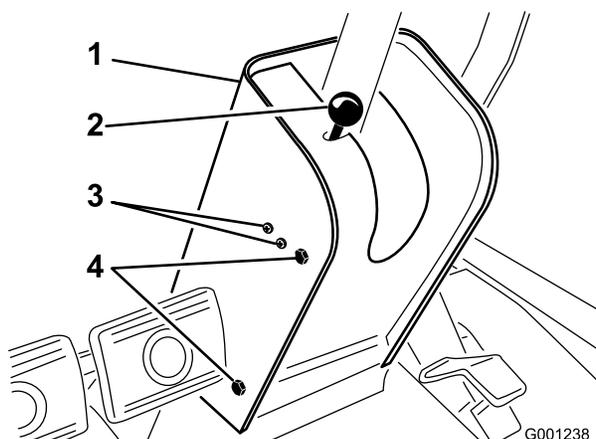

Figura 60
2. Togliete la manopola dal freno di stazionamento e le viti dal copripiantone dello sterzo (Figura 60).
4. Allentate le viti e i dadi che fissano l'interruttore del freno di stazionamento al lato sinistro del piantone (Figura 60).